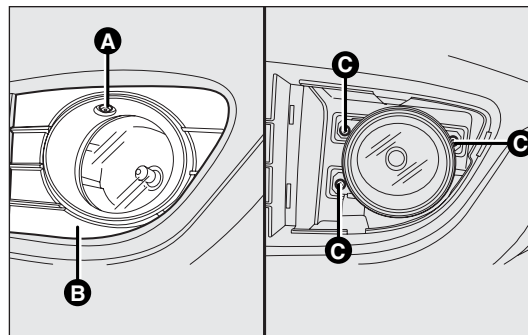

рис. 167
- открутите винт А – рис. 167 и снимите защитный элемент В;